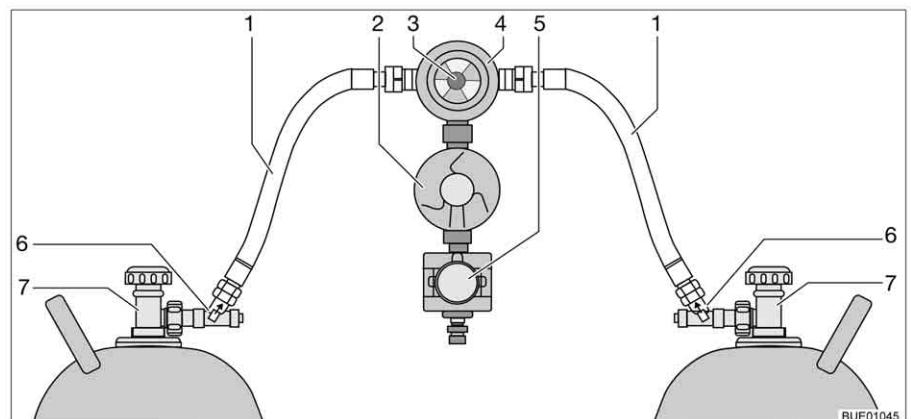

Fig. 150 Impianto di commutazione Crash Protection Unit
La Crash Protection Unit consiste di due limitatori di flusso con sblocco manuale (Fig. 150,6), di una valvola di commutazione (Fig. 150,4) con regolatore di pressione (Fig. 150,2), di una elettrovalvola (Fig. 150,5) e di una centralina di controllo con LED a tre colori. La valvola di commutazione viene montata tra i due tubi del gas (Fig. 150,1).
Con la manopola (Fig. 150,3) sulla valvola di commutazione è possibile stabilire, quale delle bombole del gas viene utilizzata come bombola in uso e quale bombola del gas viene utilizzata come bombola di riserva.
Sulla centralina di controllo (Fig. 151) possono venire azionate solo le funzioni elettriche. Le valvole principali di arresto delle bombole del gas (Fig. 150,7) e gli sblocchi (Fig. 150,6) devono essere aperti a mano.
- Aprire le valvole principali di arresto delle bombole del gas (Fig. 150,7).
- Premere gli sblocchi (Fig. 150,6) uno dopo l'altro per 10 secondi.
- Con la manopola (Fig. 150,3) sulla valvola di commutazione (Fig. 150,4) selezionare la bombola del gas, da cui proviene la principale alimentazione del gas (bombola in uso).
- Chiudere le valvole principali di arresto delle bombole del gas (Fig. 150,7).